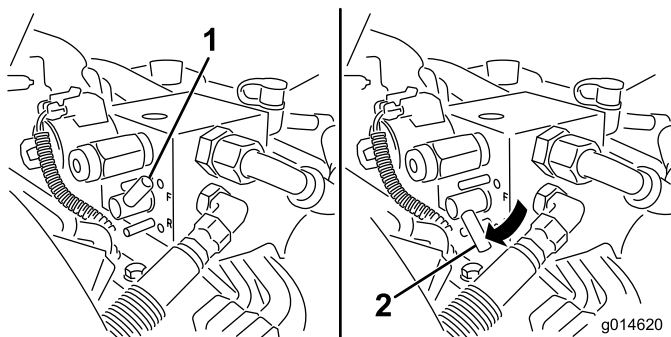

図 54
5. バックラップ・レバーを逆転（R）位置にセットする（図 54）。